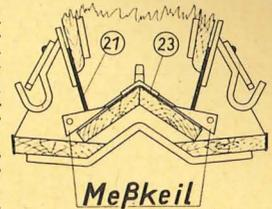

Abb. 11 Überprüfung des Durchlaßschiebers
3. Nach jeder längeren Streupause Durchlaß [Abstand zwischen Durchlaßschieber (21) und Kastenboden (22)] überprüfen! Nur ein gleichmäßiger Durchlaß auf der ganzen Maschinenbreite gewährleistet eine gleichmäßige Streuarbeit.
Die Überprüfung geschieht folgendermaßen: An beiden Enden und 2 bis 3 Stellen in der Mitte wird ein Meßkeil (s. Abb. 11) bei Durchlaßschieberstellung 3 bis 6 zwischen Kastenboden (22) und Durchlaßschieber (21) geschoben. Dann macht man sich mit Bleistift oder Kreide eine kleine Markierung auf den Meßkeil. Bei den übrigen Messungen darf sich der Meßkeil nur bis zu dieser Markierung einschieben lassen. Ist dies nicht der Fall, so ist durch Verdrehen der Spannmutter (64) der Durchlaßschieber entsprechend nachzustellen! Hat der Kastenboden (22) sich durchgezogen, so muß er durch Anziehen der Spannmutter (91) über die Spanschiene (96) wieder nachgerichtet werden.